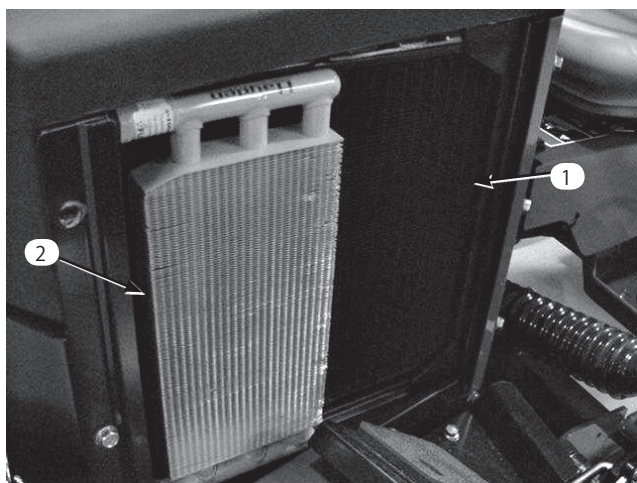

図46
3. オイル・クーラ (図46) を清掃する。たまったゴミをていねいに取り除くこと。